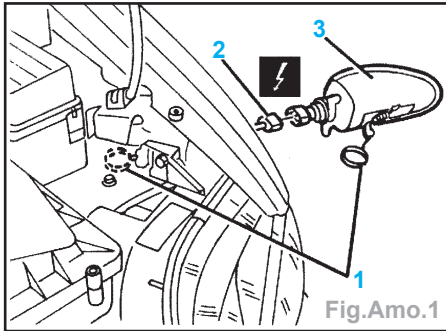

Fig.Amo.1
- les clignotants (Fig.Amo.1),